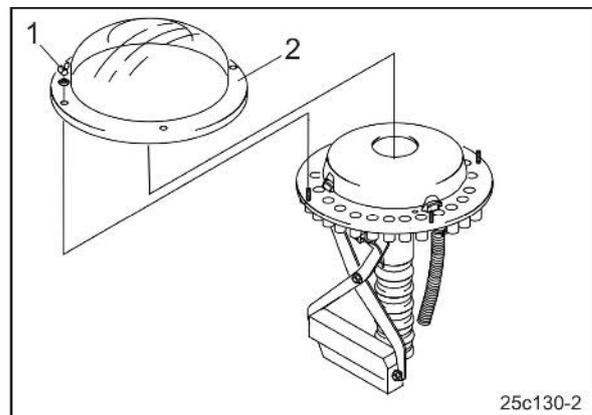

Fig. 66
4. Flügelmuttern (Fig. 66/1) lösen und die durchsichtige Kunststoffkappe (Fig. 66/2) vom Verteilerkopf abziehen.
6. Kunststoffkappe (Fig. 66/2) montieren.
7. Kunststoffkappe mit Flügelmuttern (Fig. 66/1) befestigen.